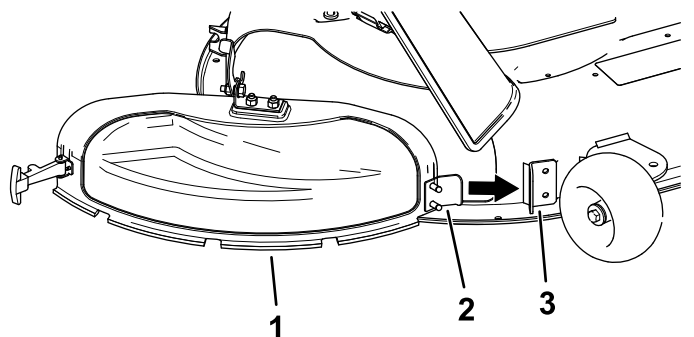

Рисунок 13
- Наклоните металлический выступ на крышке выброса так, чтобы ввести его в паз в кронштейне, приваренном к деке газонокосилки (Рисунок 13).